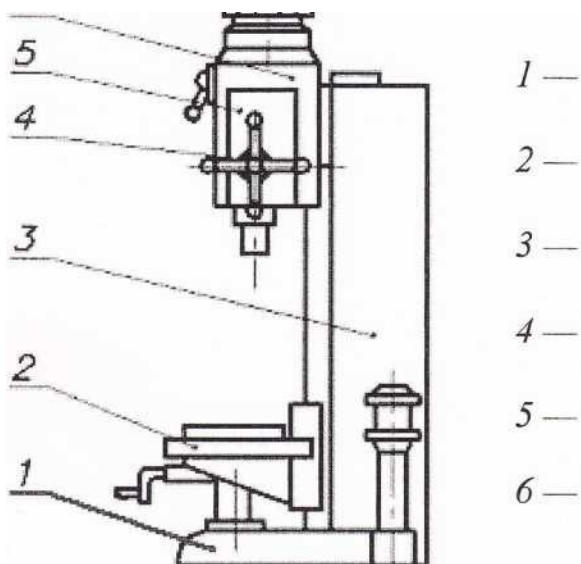

Рис. 12.1
**Задача 1.** Указать основные узлы вертикально-сверлильного станка (рис. 12.1).